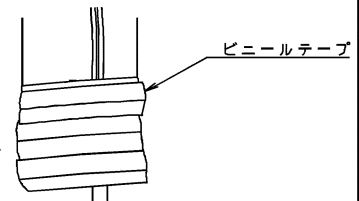

図3
- ③ 器具取り付けの際に接続した部分を挟みこまないよう、ビニールテープ等で結線部を保護してください。(図3)